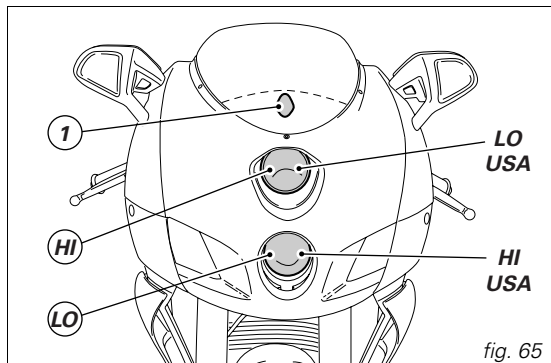

fig. 65
Nella fig. 65 è riportata la posizione della lampada anabbagliante (LO), abbagliante (HI) e di posizione (1).